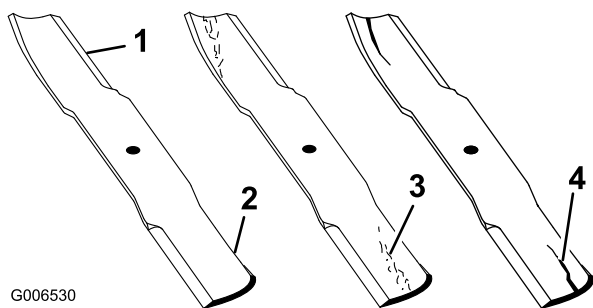
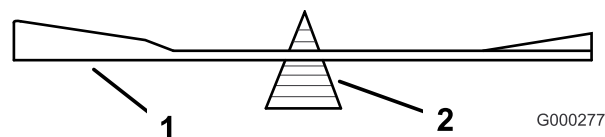

Figure 47
Figure 51
1. Examinez le tranchant des lames (Figure 47). Si les lames sont émoussées ou présentent des indentations, déposez-les et affûtez-les. Voir Affûtage des lames (page 39).
2. Inspectez les lames, surtout la partie relevée (Figure 47). Remplacez immédiatement toute lame usée ou qui présente une fissure ou une entaille (repère 3. de la Figure 47).
2. Vérifiez l'équilibre de la lame en la plaçant sur un équilibreur (Figure 51). Si la lame reste horizontale, elle est équilibrée et peut être utilisée. Si la lame est déséquilibrée, limez un peu l'extrémité de la partie relevée seulement (Figure 47). Répétez la procédure jusqu'à ce que la lame soit équilibrée.